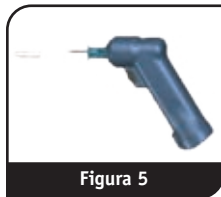

Figura 5
8. Rimuovere e gettare il cappuccio di sicurezza dal set ago intraosseo installato sul manipolo EZ-IO (Figura 5). Prestare attenzione a non toccare o contaminare in altro modo il set ago sterile EZ-IO AD.